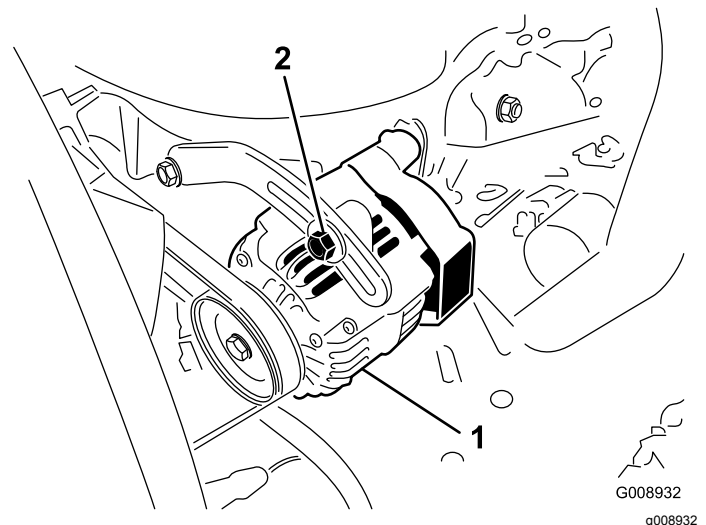

Bild 79
2. Lockern Sie bei einer Durchbiegung von mehr oder weniger als 10 mm die Befestigungsschrauben der Lichtmaschine (Bild 79).